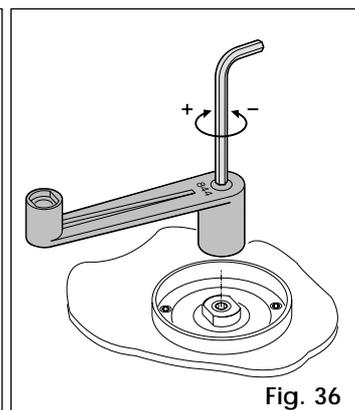

Fig. 36
- 3) maintenir bloqué l'arbre moteur et régler la vis de réglage de l'embrayage comme indiqué Fig. 36.